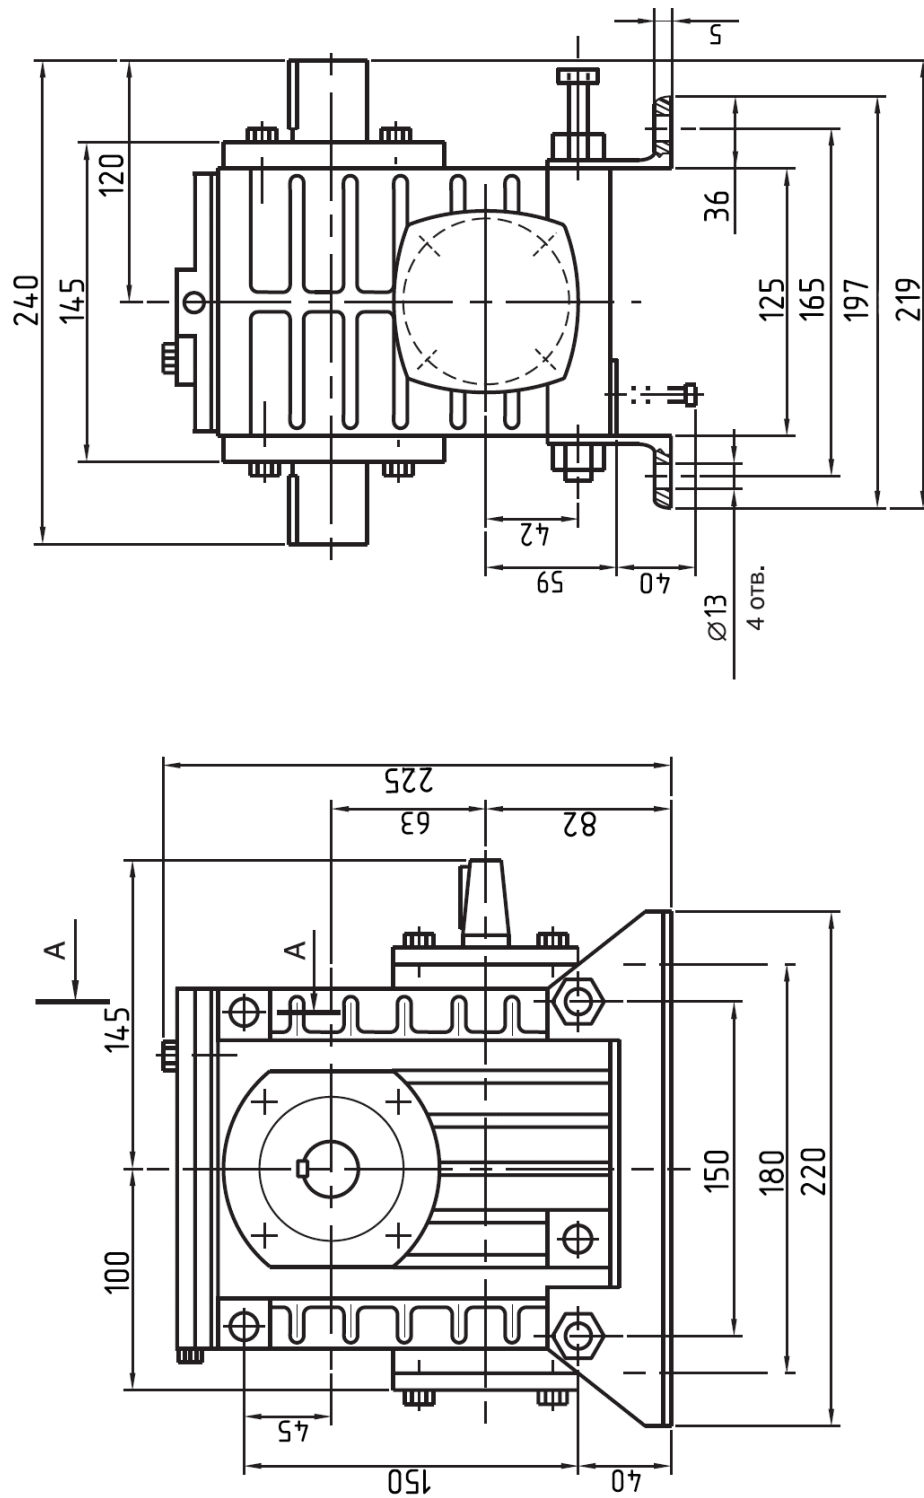

Рис. 1. Габаритные и присоединительные размеры мотор редуктора 2Ч-63
2.2. Габаритные и присоединительные размеры редуктора указаны на рис. 1.